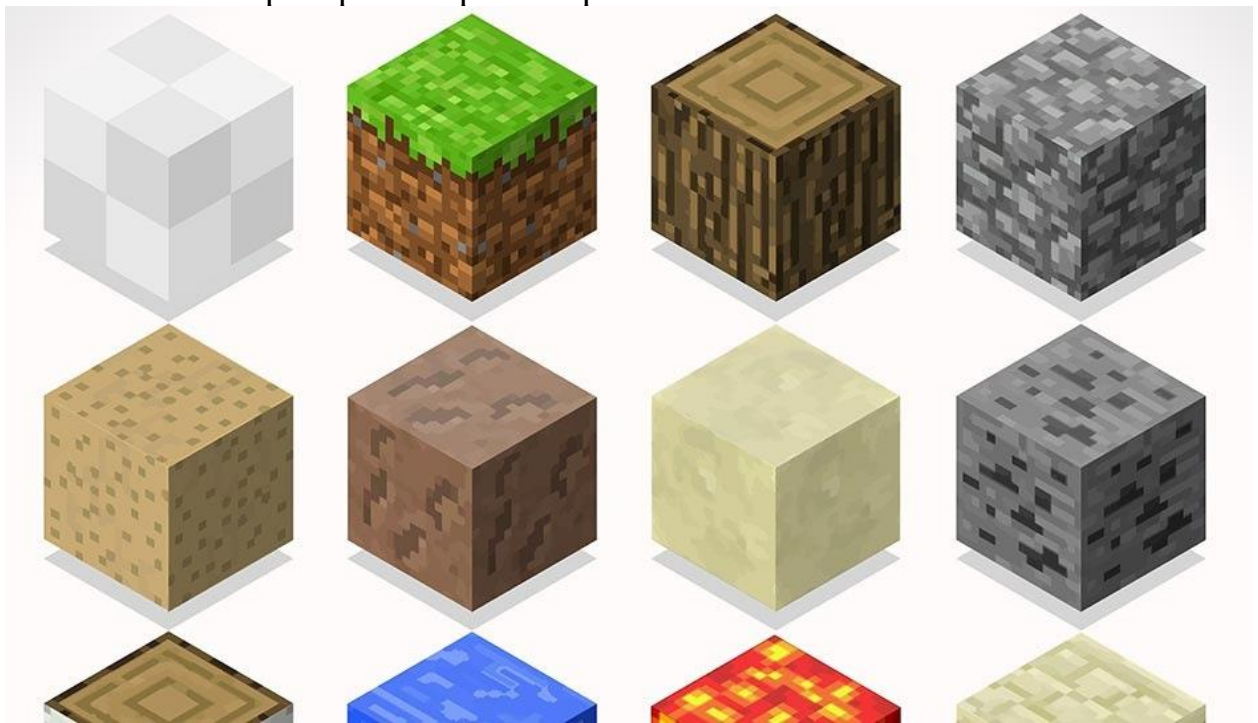

**Рис. 1**
1. По указанным данным, сделайте модель пиксельного куба (Рис. 1 и 2).